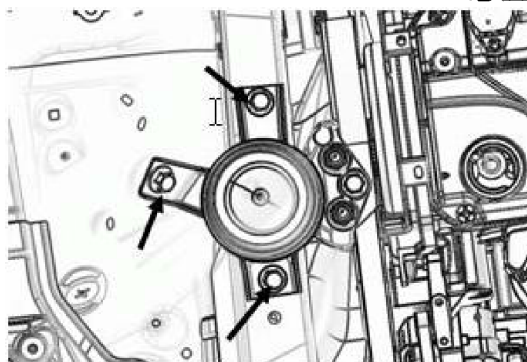

图 8
2.6.2 拆下发动机右悬置总成与车身连接的 3 个螺栓。（如下图 8 所示）。即可取下发动机右悬置安装支座。
2.7.1 将更换后发动机右悬置安装支座放入上图 8 所示的位置, 然后带上发动机凸缘螺栓上的两个螺母和对应车身安装孔上的三个螺栓并打紧。
2.10.1 将发动机右悬置安装支座与车身相连的 3 个螺栓打力矩为 85 N.m（如图 8 所示）。